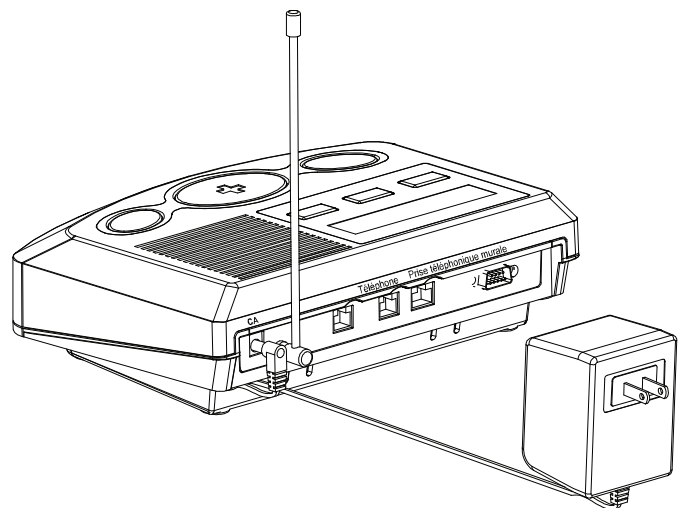

Figure 5b – Insertion de la prise dans l'unité de base
2. Insérer la petite prise de courant du fil électrique dans le connecteur "AC" sur l'unité de base (voir Figure 5b).